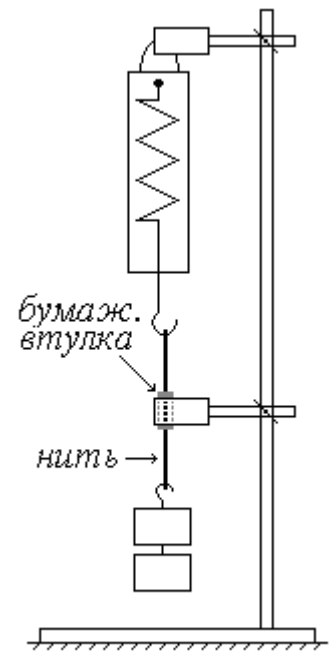

рис. 1
1.0. Соберите экспериментальную установку как показано на рис. 1. Зажмите втулку в лапке штатива так, чтобы трение нити о втулку было достаточным для удержания пружины динамометра на отметке 0,8 – 1,2Н без подвешивания грузов.